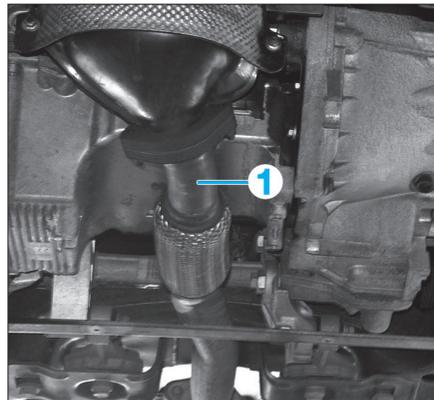

Fig. 3
- Déposer le tube d'échappement intermédiaire (1) (Fig.3).